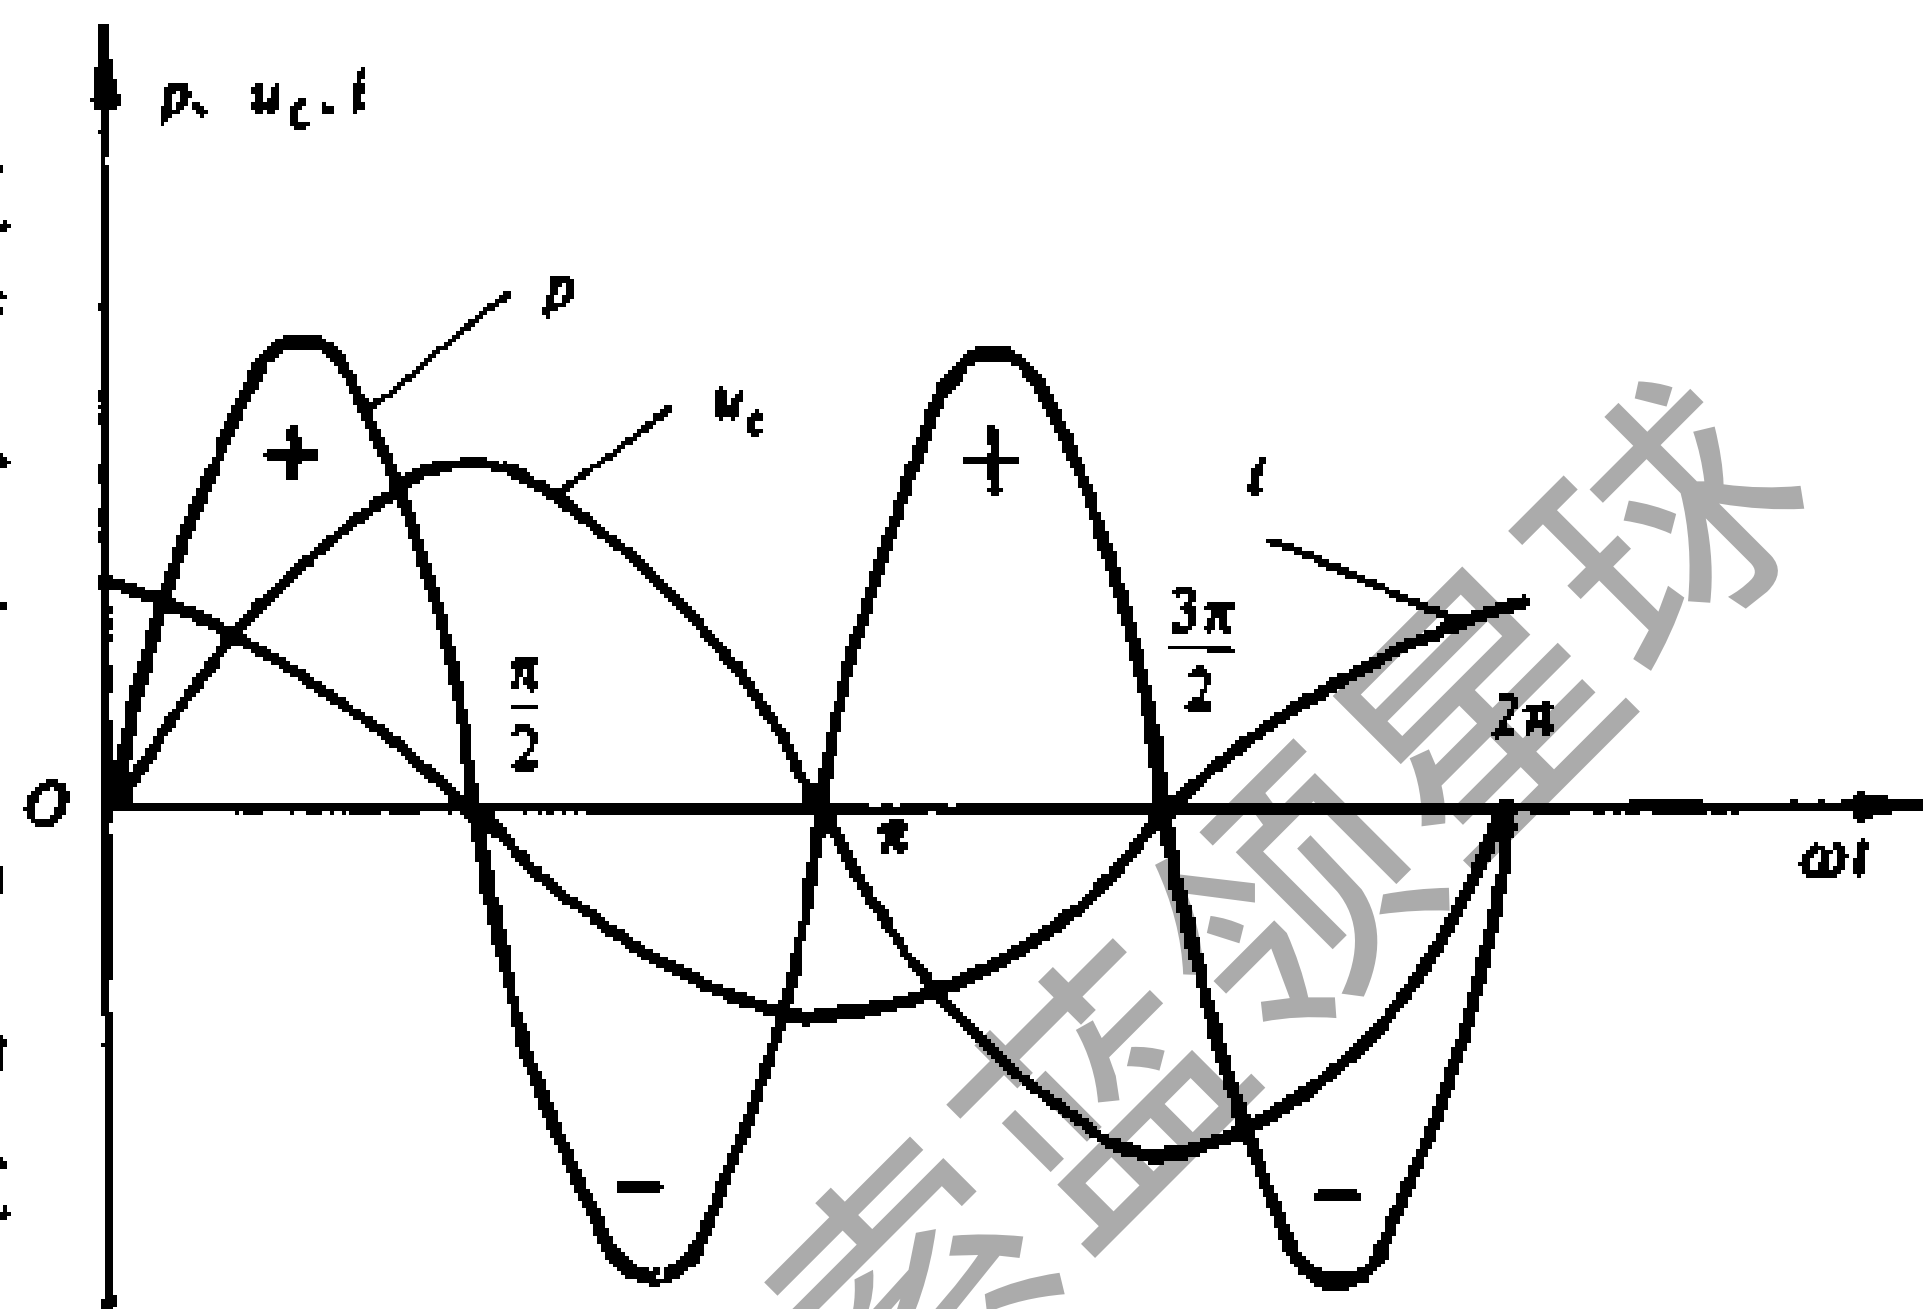

图 1-75 纯电容电路中各电量波形图
地充电、放电，因而在引线上形成不断来回变化的交变电流。电荷变动率越大，电流也越大。由于交流电压由正方向到负方向，或由负方向到正方向通过零点时变动率最大，因此电流也最大。电压达到最大值时，变动率最小，电流为零。电压从零到正最大值时，电流正好从正最大值到零。所以，电流比外施电压超前  $90^\circ$ ，其波形如图 1-75 所示。
(3) 电路的功率：在纯电容电路中，瞬时功率随时间而变化的规律见图 1-75。图中第 1 和第 3 个  $1/4$  周期内，电压和电流的方向一致，电容器被充电，功率是正值，表示电源能量被电容器所吸收；第 2 和第 4 个  $1/4$  周期内，电压和电流的方向相反，电容器放电，功率是负值，表示能量由电容器返回电源。由于功率曲线正半周的面积等于负半周的面积，因而平均功率为零，说明电容器不消耗有功功率。